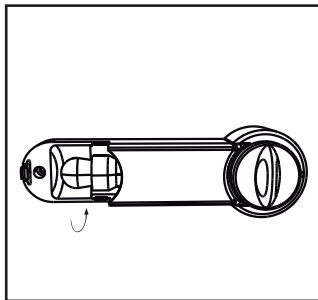

Figura 3
- Para retirar a lâmpada, girar a lâmpada no sentido anti-horário (figura 3).